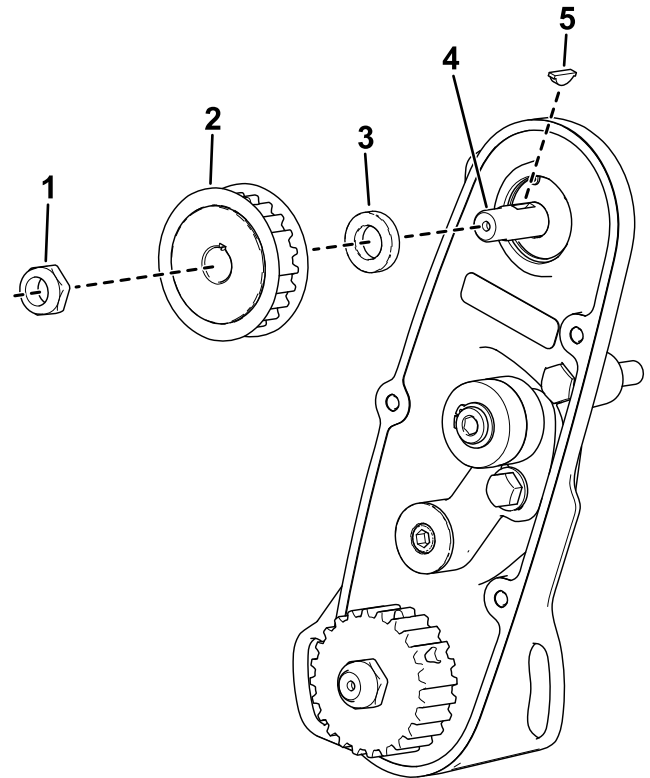

Figure 6
- B. Installez l'entretoise (Figure 6).
- C. Insérez la clavette dans son logement sur l'arbre d'entraînement (Figure 6).
- D. Posez poulie (Figure 6).
- E. Fixez le nouvel arbre d'entraînement sur l'ensemble avec l'écrou (Figure 6).